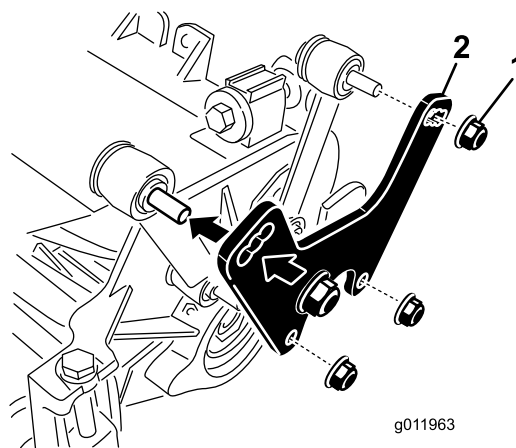

Рисунок 7
1. Снимите гайки и шайбы, крепящие подъемные звенья к боковой пластине режущего блока и несущей раме (Рисунок 7).